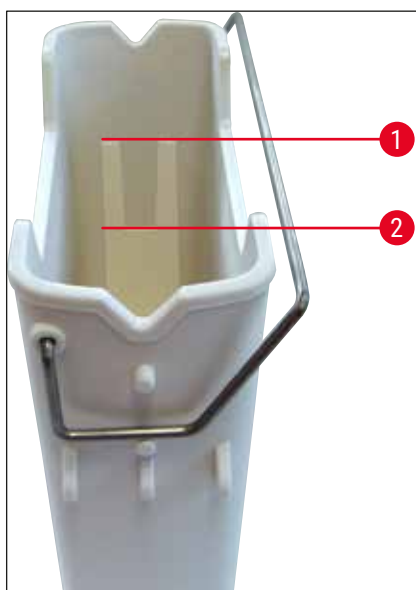
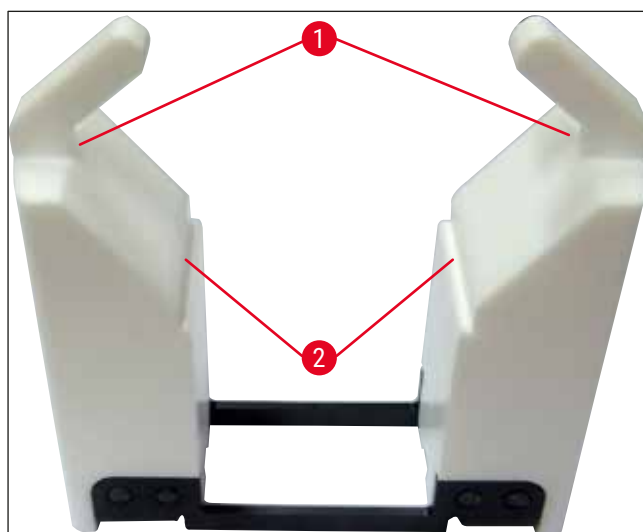

Рис. 66
Рис. 67
Убедитесь, что ручка кюветы для реактивов правильно установлена на кювету для реактивов. Если это не так, закрепите ручку, как показано на (→ "Рис. 66").
- При заполнении кювет для реактивов обоих типов наблюдайте за метками уровня заполнения внутри кювет (→ "Рис. 66") (→ "Рис. 67").
- Если вкладыши для специальных красителей (→ "Рис. 67") используются в кюветах для реактивов для уменьшения объема реактива, сначала вставьте вкладыш в кювету, а затем залейте реактив по крайней мере до отметки минимального уровня заполнения (→ "Рис. 67-2"), но не выше отметки максимального уровня заполнения (→ "Рис. 67-1").